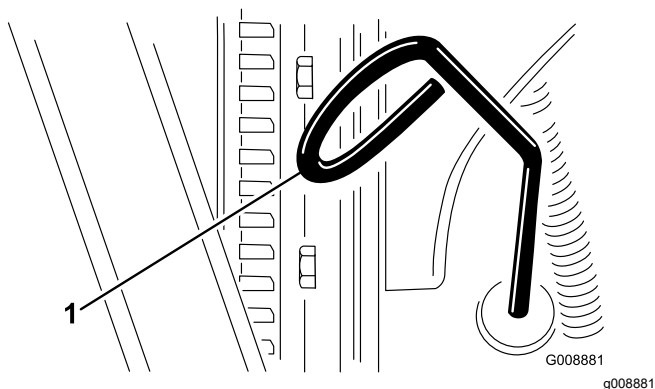

Рисунок 63
3. Выньте масломерный щуп (Рисунок 63) и протрите его чистой ветошью.